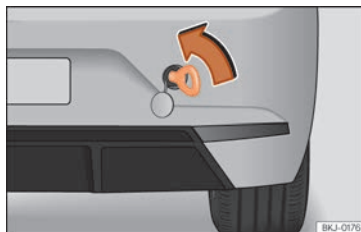

Fig. 159 Partea dreaptă a barei de protecție spate: inel de remorcare înșurubat.
- Înșurubați inelul de tractare în carcasă, prin rotire completă **în sens antiorar** » » fig. 159 , » » pag. 263. Utilizați un obiect adecvat, care să permită strângerea completă și sigură a inelului de tractare pe carcasă.